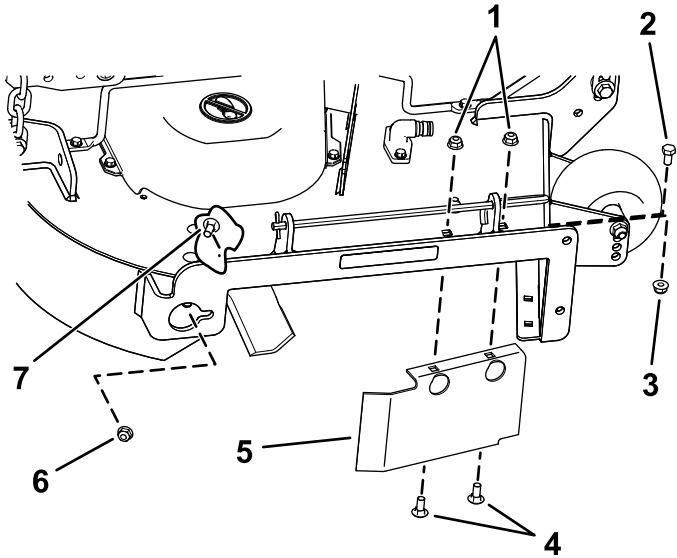

Figura 36
- Retire el perno de cuello cuadrado (5/16" x 3/4") y la contratuerca (5/16"), situados en la pared trasera de la carcasa del cortacésped, que sujetan el deflector a la carcasa (Figura 36).
- Localice el protector del deflector en el borde delantero del orificio de descarga lateral (Figura 36).
- Retire las fijaciones que sujetan el protector del deflector y el deflector derecho a la carcava del cortacésped (Figura 36).